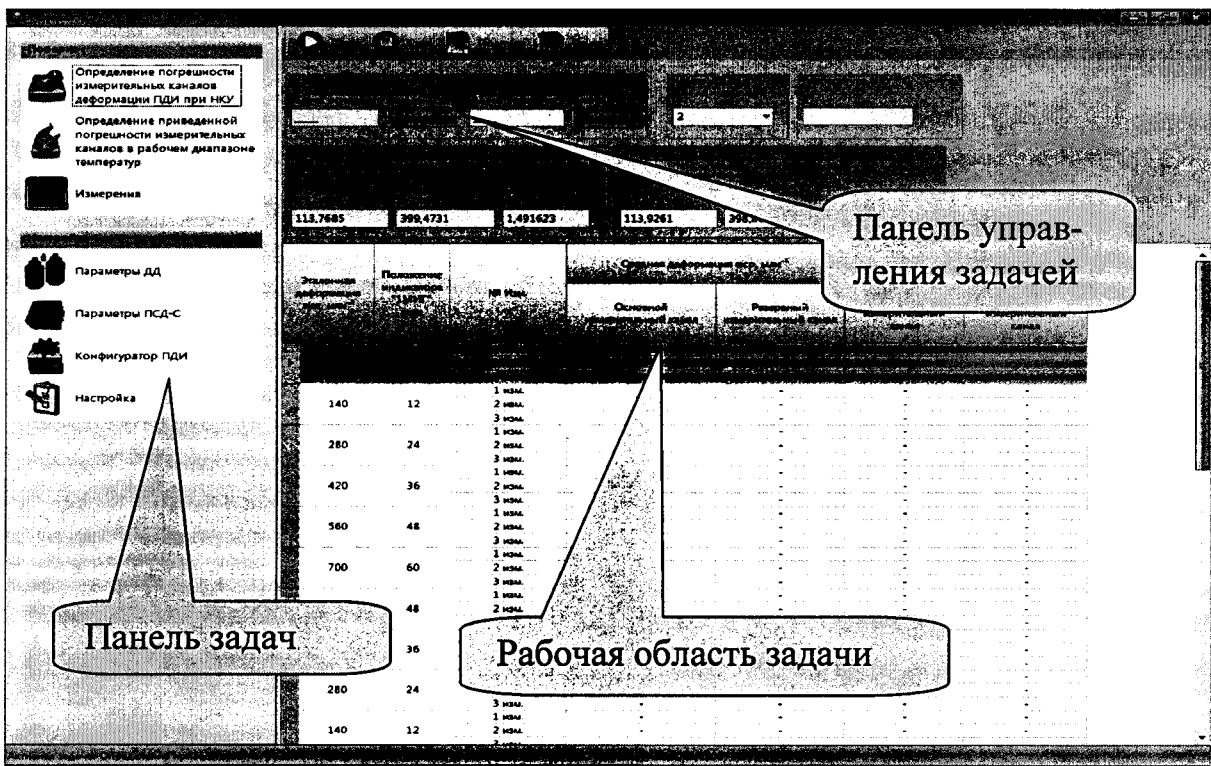
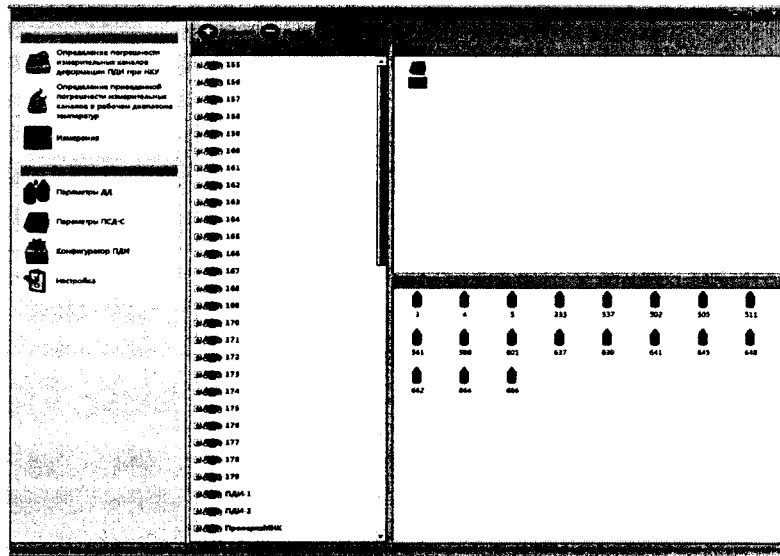
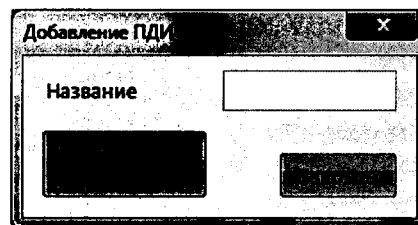

Рис. 2 - Главное окно программы «Поверка ПДИ»
Рис. 10 – Задача «Конфигуратор ПДИ»
Рис. 11 – Добавления нового ПДИ
После успешного прохождения проверки нажать на кнопку «ОК», на экране появится главное окно программы "Поверка ПДИ" (рис.2).
- на экране главного окна программы «Поверка ПДИ» на панели задач нажать кнопку с названием «Параметры ДД» (рис. 2). В появившемся окне задачи «Параметры ДД» (рис. 4) нажать на кнопку , расположенную на панели управления задачей, после чего, на экране появится окно для ввода заводского номера ДД и других параметров (рис. 5), в котором необходимо ввести заводской номер ДД и его параметры указанные в ФО на данный ДД, после чего нажать на кнопку «Добавить». Создание необходимого количества ДД для одного ПДИ зависит от его конфигурации. Конфигурация ПДИ приведена в ФО на ПДИ.
- на экране главного окна программы «Поверка ПДИ» на панели задач нажать кнопку с названием «Параметры ПСД-С» (рис. 2) В появившемся окне задачи «Параметры ПСД-С» (рис. 7) нажать на кнопку , расположенную на панели управления задачей, после чего, на экране появится окно для ввода заводского номера ПСД-С и других параметров (рис. 8), в котором необходимо ввести заводской номер ПСД-С и его параметры указанные на корпусе (крышке) ПСД-С, после чего нажать на кнопку «Добавить».
- на экране главного окна программы «Поверка ПДИ» на панели задач нажать кнопку с названием «Конфигуратор ПДИ» (рис. 2) В появившемся окне задачи «Конфигуратор ПДИ» (рис. 10) нажать на кнопку , расположенную на панели управления задачей, после чего, на экране появится окно для ввода заводского номера ПДИ (рис. 11), в котором необходимо ввести заводской номер ПДИ и нажать на кнопку «ОК».
- на экране главного окна программы «Поверка ПДИ» на панели задач нажать кнопку с названием «Параметры ДД» (рис. 2). В появившемся окне задачи «Параметры ДД»